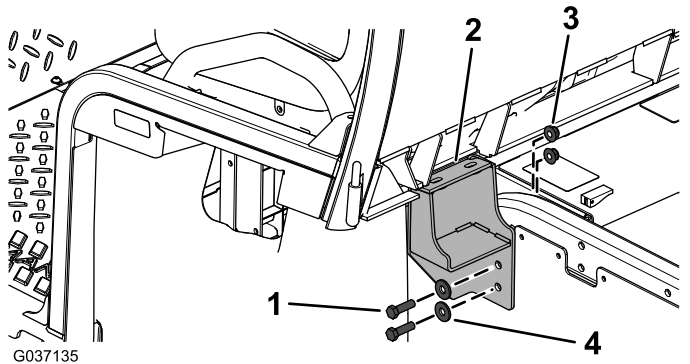

Figur 6
8. Bruk de nye gulvplatestøttene som veiledning, og bor tre hull (9,5 mm) i hver gulvplate (Figur 6).
Viktig: Bor kun de fremste to hullene på de nye gulvplatestøttene og det borte hullet bak, som vist i Figur 6.